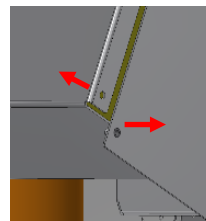

Bild 2a
3. Bild2: Den Seitenteil nach unten schieben, um die Einpressmuttern auszufädeln muss der Deckel leicht angehoben werden, Bild2a.